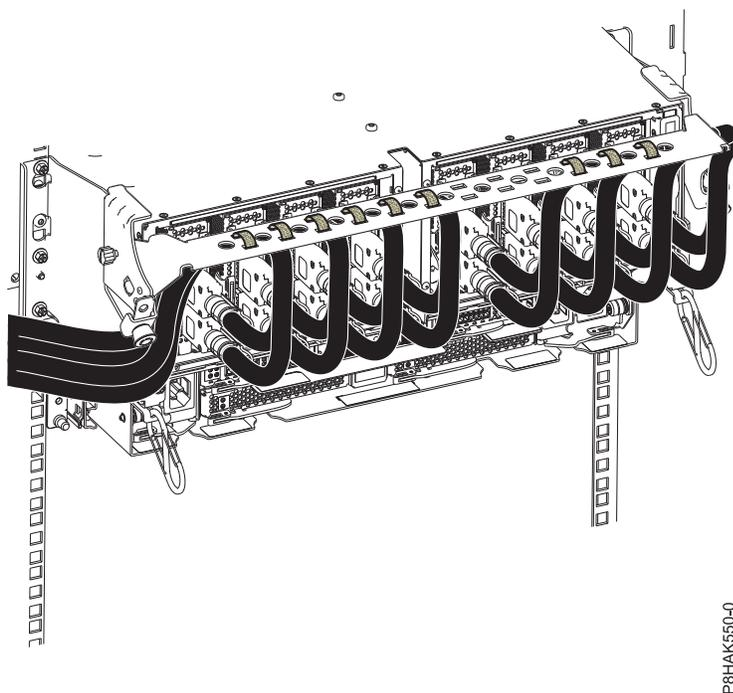

Figura 35. Encaminhar os cabos para o suporte de gestão de cabos
5. Encaminhe o CXP, cabos da gaveta de expansão e cabos de entrada/saída (E/S) para o suporte de gestão de cabos. Consulte Figura 35 na página 35.
- f. Através da utilização de presilhas, encaminhe o fio grosso e a fibra do cabo para o suporte de gestão de cabos conforme demonstrado em Figura 35 na página 35.